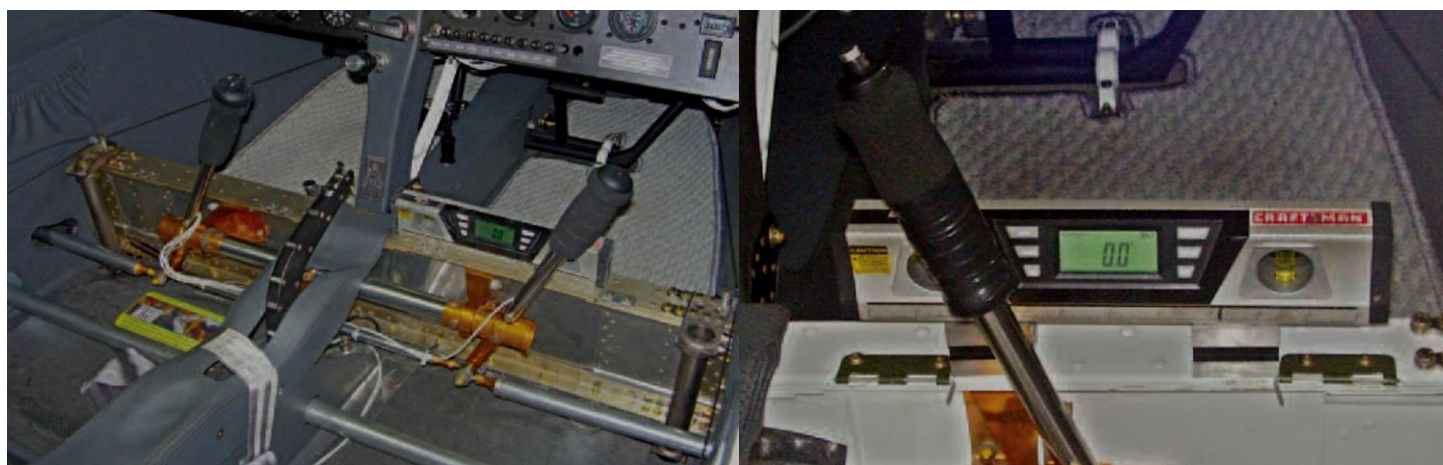

Figura 32.10.10 – Disposição do nível na secção central
3. Dispor as bases magnéticas e o nível digital logo acima da secção central, conforme mostra a figura 32.10.10.
4. Zerar o nível digital na posição mostrada na a figura 32.10.10.